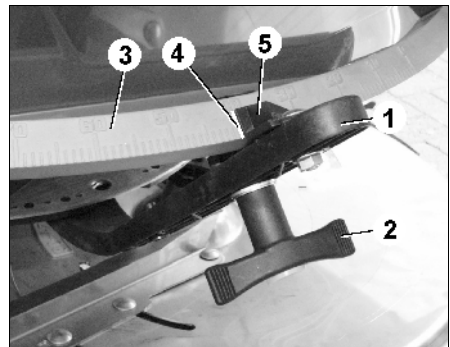

Fig. 66
- Mengenschieber mittels Stellhebel (Fig. 66/1) öffnen.
- Stellhebel auf der Skala (Fig. 66/2) bis zum Anschlag an den Bolzen verschwenken.
- Stellhebel mit Drehgriff (Fig. 66/3) feststellen.
- Sechskant-Schraube (Fig. 66/4) lösen. Den Zeiger (Fig. 66/5) auf den Skalenwert "**8**" ausrichten und mit Sechskant-Schraube feststellen. Ablesekante des Zeigers ist (Fig. 66/6).